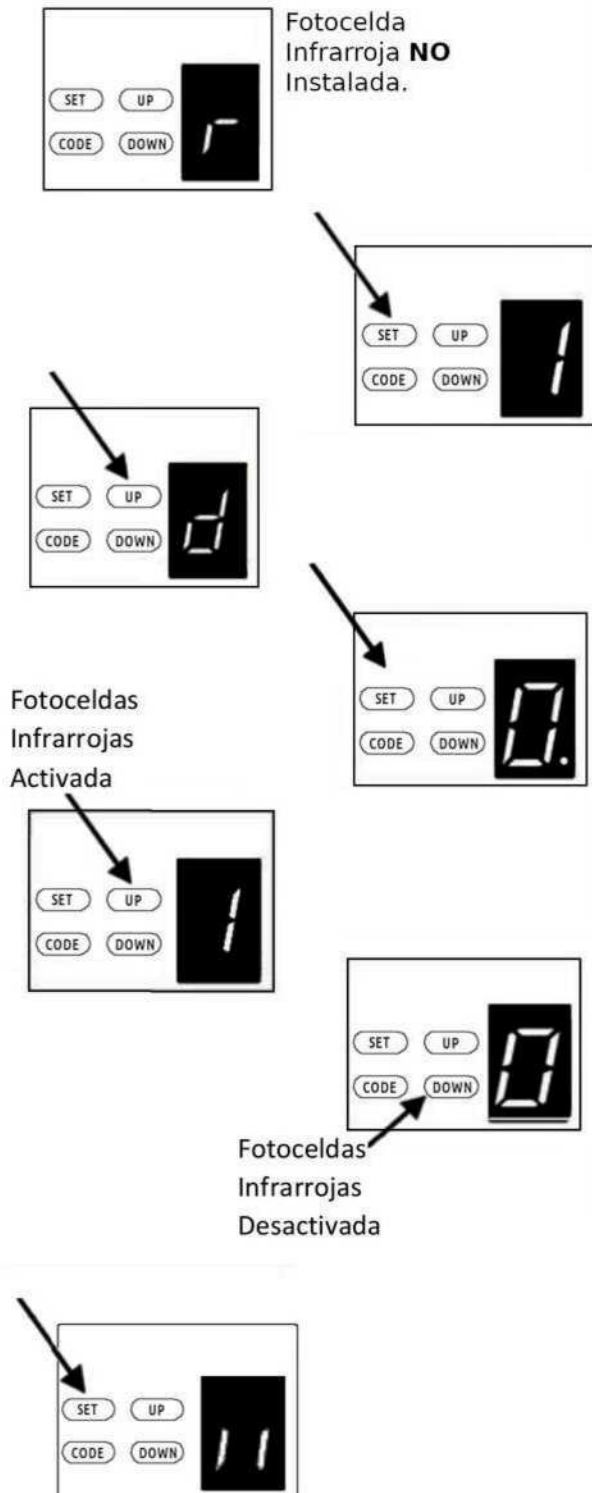

Fig.52
d) Configuración de Fotoceldas Infrarrojas. (Fig.52)